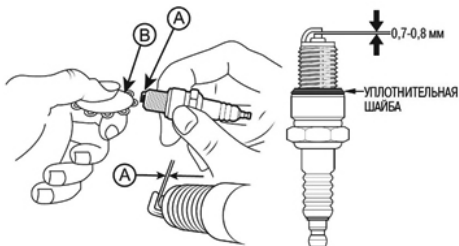

Рис. 20 Проверка зазора между электродами
4. Измерьте зазор А между электродами свечи зажигания специальным щупом В. Зазор А должен быть 0,7–0,8 мм (Рис. 20). При увеличении или уменьшении требуемого зазора, рекомендуется заменить свечу, так как регулировка зазора может привести к изменению качества искрообразования.